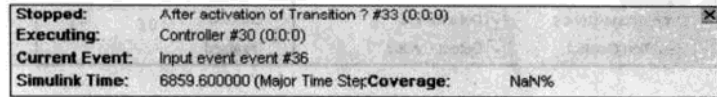

图 16.39 执行空白迁移
(6) 在 Stateflow Debugging 对话框，单击 Step 按钮，让仿真前进一步，在 Stateflow Debugging 对话框上端就会显示如图 16.39 所示信息，解释如表 16.2 所示。